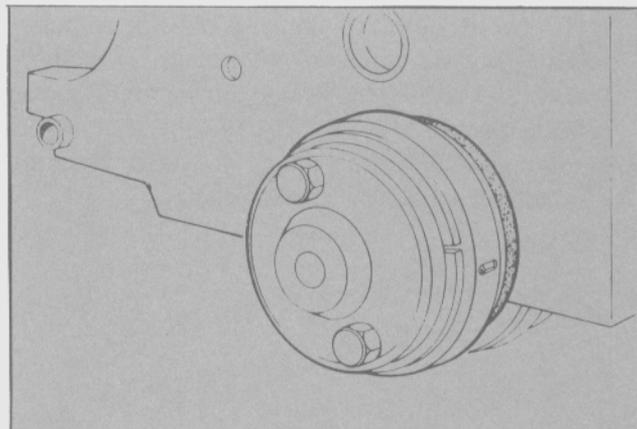

Fig. 42 - Instalación del retén de aceite trasero
- Lubricar con aceite de motor el labio de sellado del nuevo retén de aceite trasero. Introducir el retén con la herramienta T84G-6701-BAS (Fig. 42).